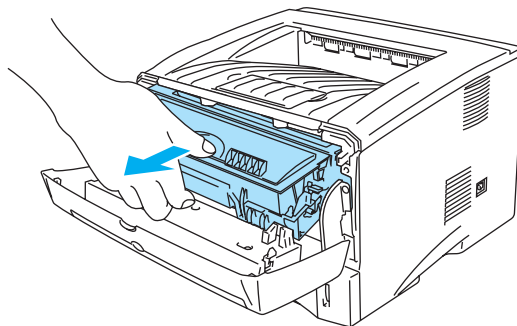

Figura 5-4
- Para evitar que se produzcan da os en la impresora por electricidad est tica, no toque los electrodos que se muestran en la figura 5-4.